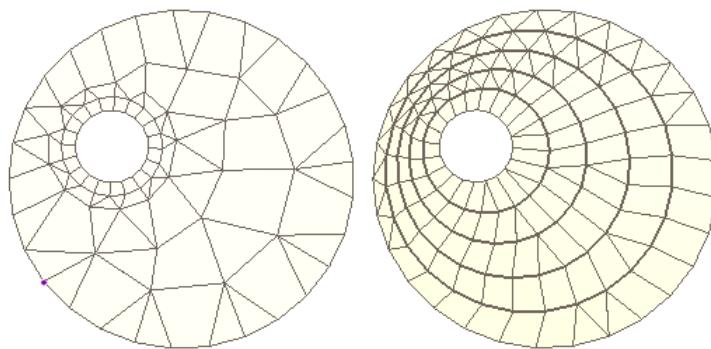
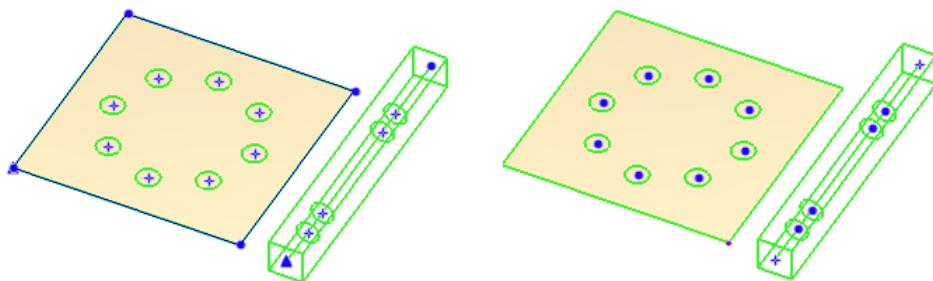

Рис. 8.9 Автоматическая триангуляция – слева
Рис. 8.10 Выделение в обычном режиме – слева и выделение в режиме редактирования дополнительных опорных точек для триангуляции – справа.
После такого короткого описания большинство возможностей САПФИР-КОНСТРУКЦИИ по редактированию аналитической модели становится понятным: можно создавать и объединять конечно-элементные сети, добиваться их совместной работы, создавать недостающие стержни и пластины с проемами. Но что делает в редактировании аналитической модели инструмент создания точек и отрезков? Чтобы ответить на этот вопрос, вначале обратим внимание, что в САПФИР-КОНСТРУКЦИИ нанесение конечно-элементных сетей является автоматическим. Изменить автоматически сгенерированную сетку нельзя, а можно только стереть ее всю и нанести новую, с новыми параметрами. Вмешаться в процесс создания сети можно только опосредованно: определив новые параметры триангуляции, и изменив внешние контуры пластин. Но что если часть сети все равно остаётся плохой? Тогда надо насилием заставить процедуру триангуляции разбивать «плохой» участок как следует, и именно для этого и предназначен инструмент создания точек и отрезков. На рис. 8.9 изображено два варианта разбивки: автоматически и с принудительными отрезками – они отображаются более жирными линиями. Такие принудительные точки и отрезки триангуляции называются дополнительными опорными точками для триангуляции. Именно для нанесения этих дополнительных опорных точек и отрезков на пластины служит инструмент Точки/Отрезки.
Эта кнопка предназначена для переключения между режимом редактирования контуров пластин или концов стержня и редактированием дополнительных опорных точек триангуляции, или принудительных точек, как мы их назвали раньше. Может оказаться так, что опорные точки совпадают с вершинами контура или концами стержня. Тогда становится непонятным, над какой из совпадающих точек: точкой контура или опорной точкой будет произведена операция редактирования. Кнопка **Редактирование дополнительных опорных точек/отрезков для триангуляции** позволяет переключаться из редактирования контура к редактированию опорных точек. На рис. 8.10 слева программа находится в обычном режиме: при выделении выделился контур с его вершинами, а опорные точки отмечены крестиками, которые показывают, что их редактирование запрещено. На рис. 8.10, справа, программа находится в режиме редактирования точек. Здесь, наоборот, вершины контура не отмечались, концы стержня отмечены крестиками, чтобы показать, что их нельзя редактировать, а опорные точки отмечены как доступные для редактирования.
Итак, точки и отрезки пересечения служат для организации совместности конечно-элементных сетей. Поясним этот процесс более подробно. Немного выше мы касались введения в конечно-элементные сети обязательных точек и отрезков (см. рис. 8.9). Точки и отрезки пересечения также являются дополнительными опорными точками для триангуляции и так же, как точки и отрезки, добавляемые вручную в режиме **Точки/Отрезки**, после триангуляции становятся узлами и ребрами конечно-элементной сети. Так же как и введенные вручную точки/отрезки, точки/отрезки пересечений можно редактировать, например, передвигать в режиме **Редактирование дополнительных опорных точек/отрезков для триангуляции** (см. рис. 8.10). Отличие между созданными вручную точками/отрезками и точками/отрезками, которые являются пересечениями, проявляется во время записи файла для расчета в ПК ЛИРА. Точки, являющиеся следами одного и того же пересечения, в конечно-элементной схеме становятся одним узлом. Если эти точки в пространстве занимают разное положение, то они соединяются между собой с помощью абсолютно жесткого тела (АЖТ), то есть тела, расстояние между узлами которого не изменяется при действии на него любых сил.
Эта функция удаляет пересечения выделенных элементов. Если кроме пересечения между собой у элементов есть другие пересечения, удаляются только те, которые относятся к выделенным элементам, а другие остаются без изменения. Соответственно, если выделен только один элемент, эта функция не срабатывает. Другим способом удалить пересечения является удаление точек пересечений в режиме **Редактирование дополнительных опорных точек/отрезков для триангуляции** (см. рис. 8.10), так как с точки зрения редактирования пересечения являются точно такими же объектами, как и опорные точки/отрезки, добавленные вручную.
- 4) Удаляются лишние фрагменты секущего отрезка в режиме редактирования опорных точек и отрезков (см. рис. 8.10).